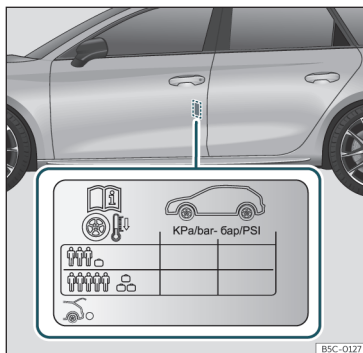

Fig. 223 Ubicación del adhesivo de la presión de inflado de los neumáticos.
- Adapte la presión de los neumáticos a la carga que lleva el vehículo >>> **fig. 223**.
Los valores de la presión de inflado se indican en la etiqueta adhesiva situada en la zona posterior del marco de la puerta delantera izquierda >>> **fig. 223**.
La presión de los neumáticos se debe adaptar a la carga actual del vehículo. Si el vehículo va a ir cargado al máximo, debe aumentar la presión de inflado al valor máximo de carga indicado en la etiqueta adhesiva >>> **fig. 223**.
En el caso de una rueda de emergencia minimizada (125/70 R16 o 125/70 R18), inflar a 4,2 bar de presión según se indica en la etiqueta de presión de los neumáticos >>> **fig. 223**.
- El conductor es responsable de que todos los neumáticos del vehículo estén inflados a la presión correcta. La presión de inflado recomendada viene indicada en un adhesivo >>> **fig. 223**.
- Con los neumáticos en frío, deberá mantenerse siempre la presión indicada en el adhesivo >>> **fig. 223**.